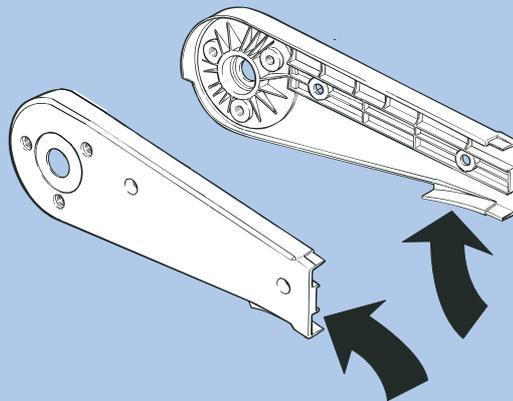

Figure 2. Guides de chaîne intégrés aux extrémités.
- Guides intégrés à l'extrémité du module d'entraînement (Figure 2).